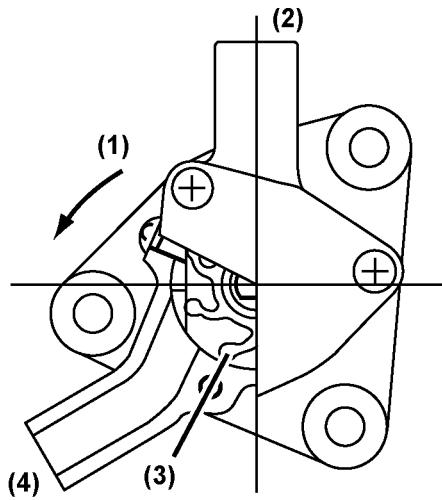

Figura 6
AVISO: *Durante o funcionamento normal, o rotor da bomba roda no sentido contrário ao dos ponteiros de um relógio (Figura 6, (1)). Use de precaução durante a instalação do rotor, de modo a assegurar que todas as pás do rotor estão ajustadas na direcção adequada. Quando ligar o motor manualmente, não inverta a direcção normal da rotação do motor ou as pás do rotor da bomba de água salgada (Figura 6, (3)) podem danificar-se.*